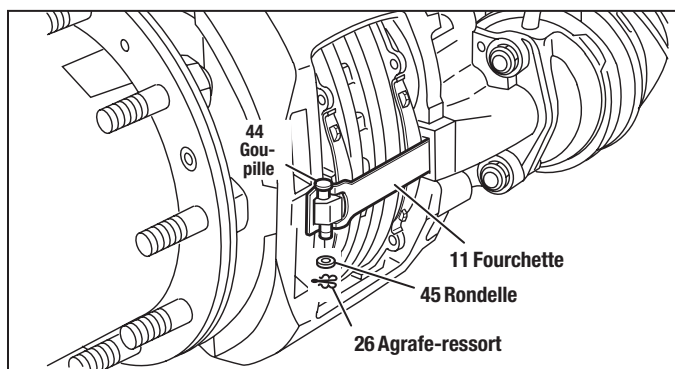

Figure 23 – Dépose de la fourchette
Cf. Figure 23. En appuyant sur la fourchette (11), retirer l'agrafe-ressort (26), la rondelle (45) et la goupille (44). Enlever la fourchette (11). Bendix recommande de remplacer ces articles par des pièces neuves (cf. trousse et pièces offertes, Section 5.0).